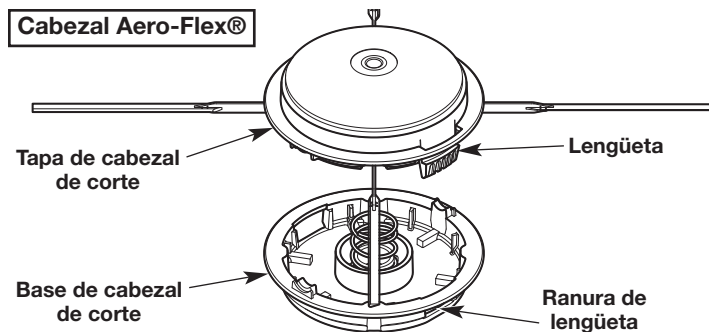

Fig. 8
3. Alinee las lengüetas de la tapa del cabezal de corte con las ranuras de la base del cabezal de corte (Fig. 8). Empuje la tapa del cabezal de corte de la base del cabezal de corte hasta que las dos lengüetas queden insertadas a presión.
2. Desconecte el tapón del cabezal de corte de la base del cabezal de corte: Presione con firmeza una lengüeta del tapón del cabezal de corte (Fig. 8). Utilice el pulgar para presionar la lengüeta. Si es necesario, utilice un destornillador de cabeza plana:
- c. Mientras sostiene el destornillador en el lugar, gírelo suavemente para destrabar la lengüeta del panel de las ranuras (Fig. 8).